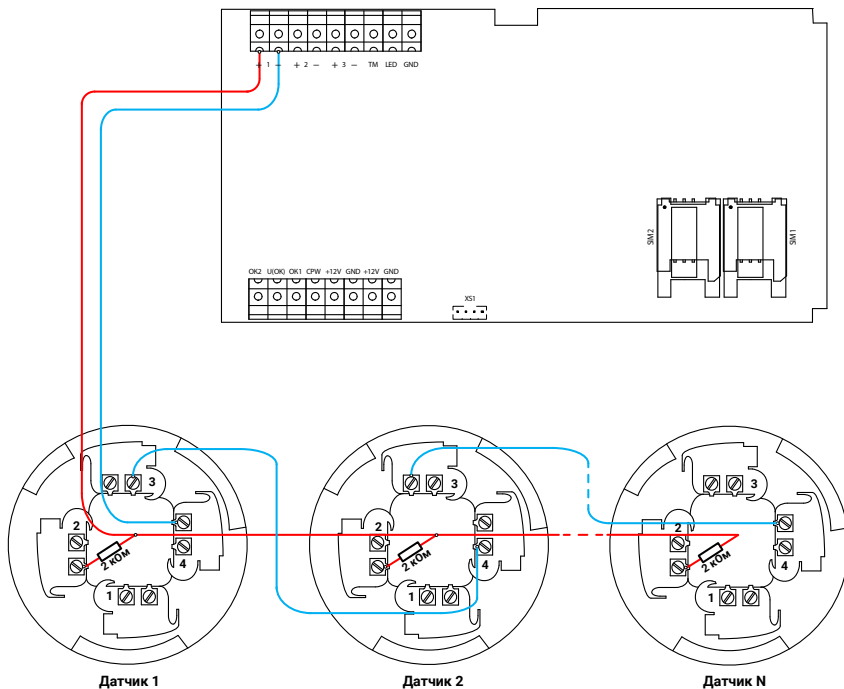

Рисунок 7. Схема подключения пожарных шлейфов
*Подключение пожарных датчиков рекомендуется производить с использованием резисторов номиналом 2 кОм (см. рис. 7).*